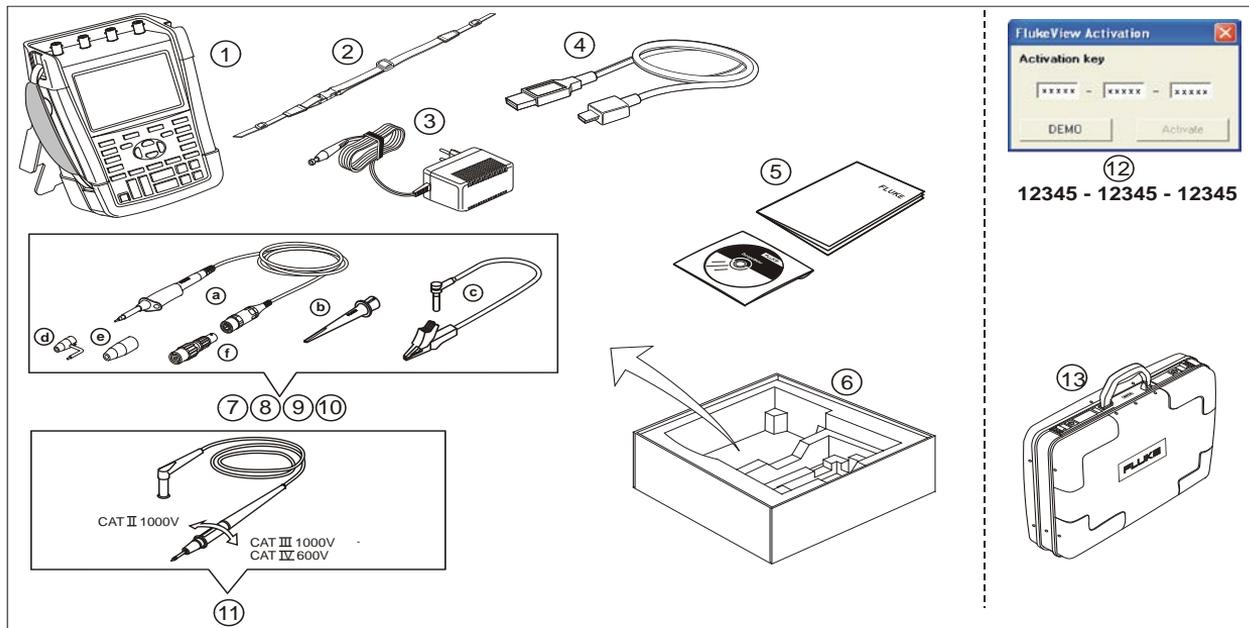

Figura 1. Caixa do Aparelho de Teste
3	Adaptador de alimentação (dependendo do país, pode variar da imagem ilustrada na Figura 1.)
- Não conecte a mola de aterramento (Figura 1, item d) a tensões com pico superior a 42 V (30 Vrms) a partir do fio de aterramento.
- Ao usar a referência de aterramento com qualquer uma das sondas, certifique-se de que a manda de isolamento preta (Figura 1, item 10e) esteja sobre a ponta da sonda.